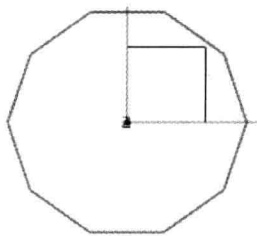
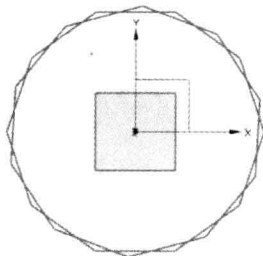
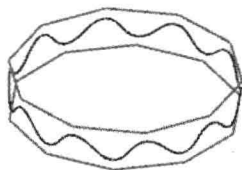
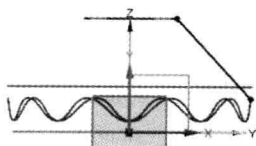

图 1.2.1 多边形 1
图 1.2.2 多边形 2
图 1.2.3 艺术样条 1
图 1.2.6 草图 2
Step2. 创建图 1.2.1 所示的多边形 1。选择下拉菜单 **插入(I)** → **曲线(C)** → **多边形(P)** 命令；在多边形对话框中的 **侧面数** 文本框中输入值 10。单击 **确定** 按钮，选择 **内接半径** 按钮，在 **内接半径** 文本框中输入值 50，单击两次 **确定** 按钮，然后单击 **取消** 按钮，完成多边形 1 的创建。
Step3. 创建图 1.2.2 所示的多边形 2。选择下拉菜单 **插入(I)** → **曲线(C)** → **多边形(P)** 命令；在多边形对话框中的 **侧面数** 文本框中输入值 10。单击 **确定** 按钮，选择 **内接半径** 按钮，在 **内接半径** 文本框中输入值 50，在 **方位角** 文本框中输入值 15，单击 **确定** 按钮，系统弹出“点”对话框。在“点”对话框 **输出坐标** 区域 **ZC** 的文本框中输入 20，单击 **确定** 按钮，然后单击 **取消** 按钮，完成多边形 2 的创建。
Step4. 创建图 1.2.3 所示的艺术样条 1。选择下拉菜单 **插入(S)** → **曲线(C)** → **艺术样条(A)...** 命令；在 **方法** 区域中单击“根据极点”按钮 , 在 **阶次** 的文本框中输入值 2, 选中 ☒ **封闭** 复选框, 其他参数都为默认设置；在指定极点位置依次选取图 1.2.1 和图 1.2.2 中的多边形顶点为参考, 单击 **<确定>** 按钮, 完成艺术样条 1 的创作。
Step7. 创建图 1.2.6 所示的草图 2。选择下拉菜单 **插入(S)** → **草图(S)...** 命令；选取 YZ 基准平面为草图平面；进入草图环境绘制草图。绘制完成后单击 **完成草图** 按钮, 完成草图 2 的创作。
Step8. 创建图 1.2.7 所示的扫掠特征 1。选择下拉菜单 **插入(S)** → **扫掠(S)** → **扫掠(S)...** 命令, 在绘图区选取图 1.2.6 所示的草图 2 为扫掠的截面曲线串, 选取图 1.2.3